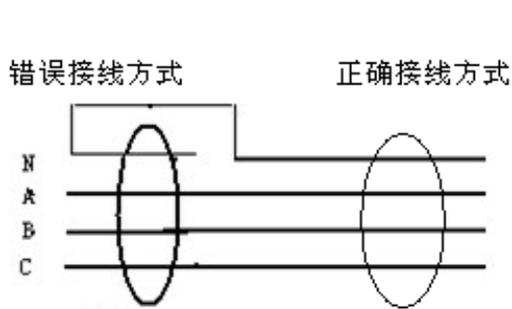

图 7 四线应同一个方向穿过互感器
- 1) 每个监控点处凡有负荷电流通过的电缆应全部穿过传感器, 如下图中标①处所示; 其中工作零线 N 不得重复接地, 如下图中标②处所示错误。
- 2) 每个监控点处凡不通过负荷电流的电缆 PE 或 PEN 不得穿过传感器, 应如下图中标③处所示。
- 3) 每个监控点监控的供电支路应使用各自的工作零线 N, 相邻支路工作零线 N 不得串接共用, 如下图中标④处所示错误; 工作零线 N 不得与保护地线 PE 跨接, 如下图中标⑤处所示错误。
- 4) 供电线路在穿过互感器时要保证, 供电线路的 N 线与 L 线必须从同一个方向穿过互感器。见图 7